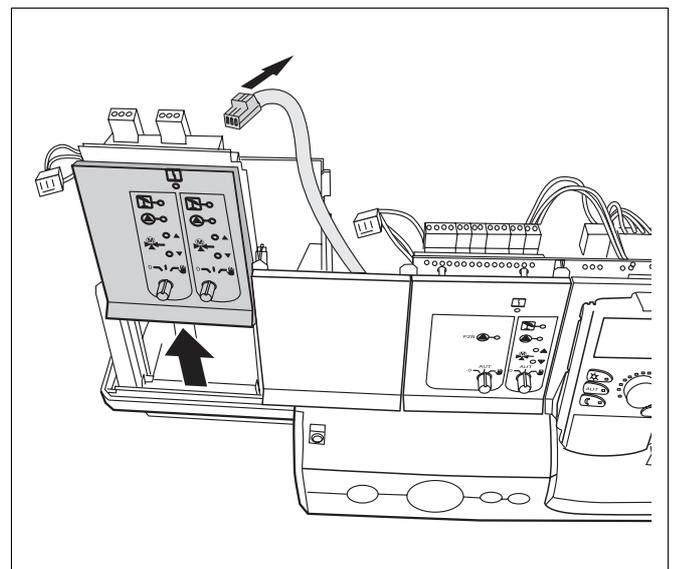

Abb. 10 Funktionsmodul, Modulausbau
- Alle Leitungen, die mit dem zu entfernenden Modul kontaktiert sind, an den Klemmen abziehen (Abb. 10).
- Modul aus dem Steckplatz ziehen (Abb. 10).